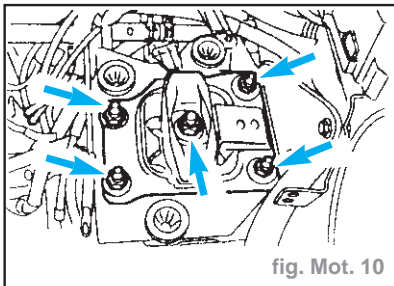

fig. Mot. 10
- Déposer le support moteur arrière (fig. Mot. 10) :